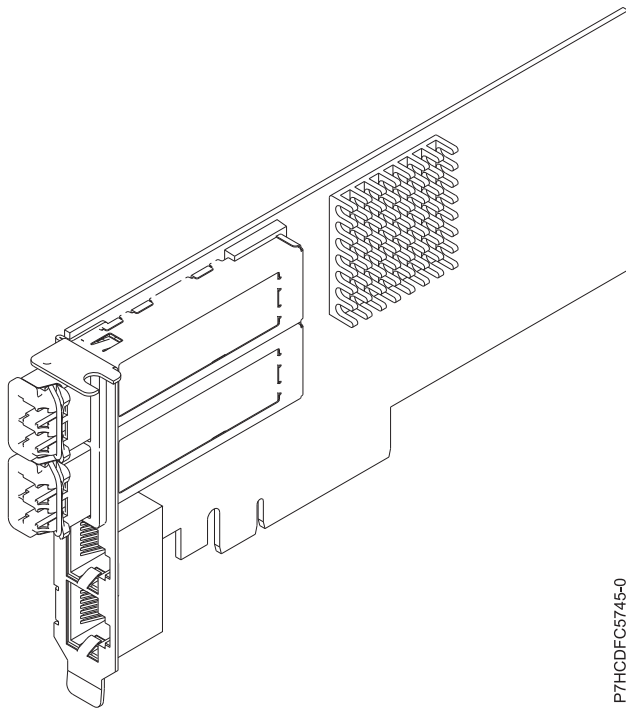

図 33. FC EL38 アダプター
この 4 ポート付きアダプターは、2 個の 10 Gb FCoE SR スモール・フォーム・ファクター・プラグ可能 (SFP+) ポートおよび 2 個の 1 Gb RJ45 イーサネット・ポートを提供します。2 個の 10 Gb FCoE ポートは、リトル・コネクタ (LC) タイプのコネクタによって接続されます。各 FCoE ポートは公称データ速度 10 Gbps (G ビット/秒) のイーサネット接続を提供します。各 1 Gb ポートは、データ速度 1 Gbps でイーサネット接続を提供し、イーサネット・ケーブルによって接続されます。10 Mb データ速度はサポートされません。図 33 は、FC EL38 アダプターを示しています。